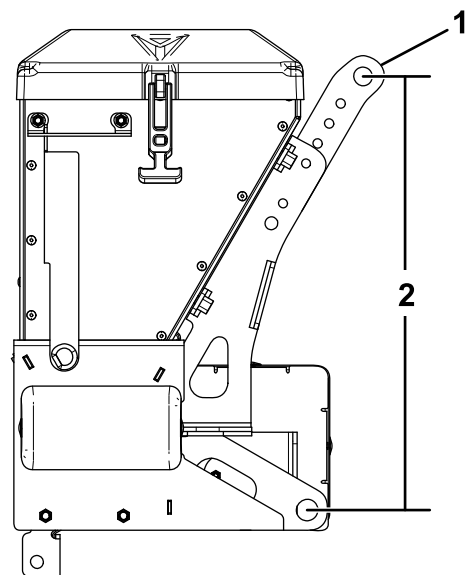

Figure 12
2. Positionnez les supports du mât sur l'épandeur de sorte que la distance entre les axes des trous, comme montré à la Figure 12, soit proche de la mesure obtenue à l'opération 1.